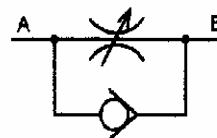

Рис. 55 Дроссель с обратным клапаном
11. ДРОССЕЛЬ С ОБРАТНЫМ КЛАПАНОМ (рис. 55)